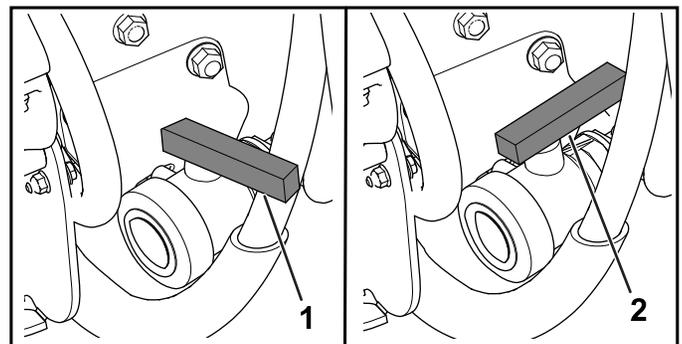

Bild 77
3. Öffnen Sie das Ventil und lassen alle nicht verwendete Lösung aus dem Behälter (Bild 77) aus.
4. Schließen Sie das Abflussventil (Bild 77).